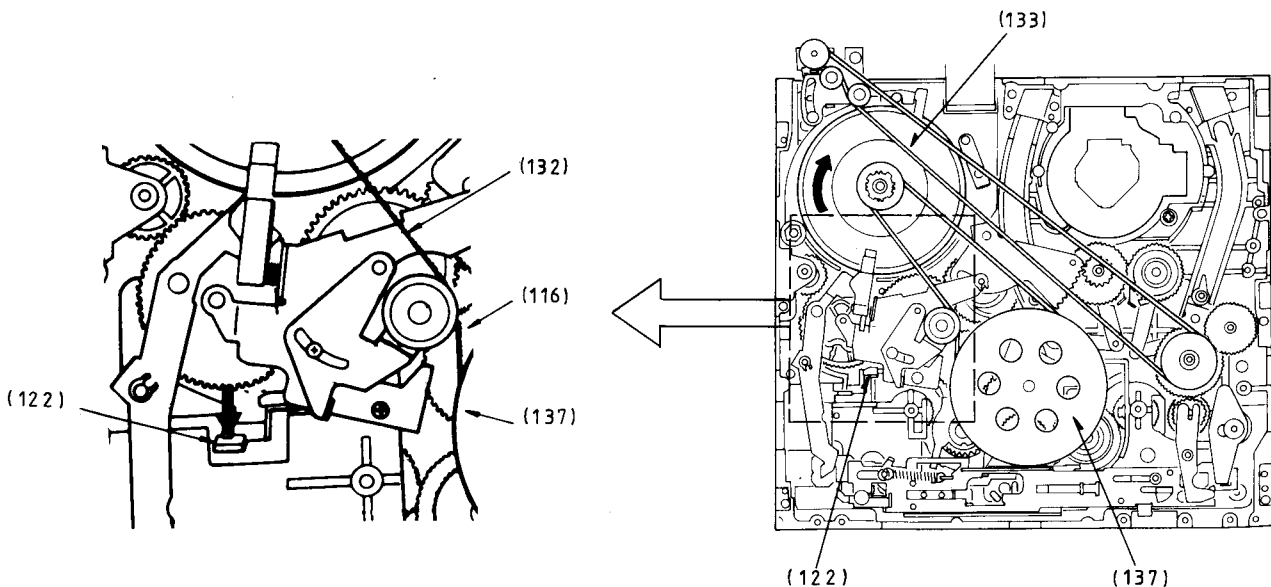
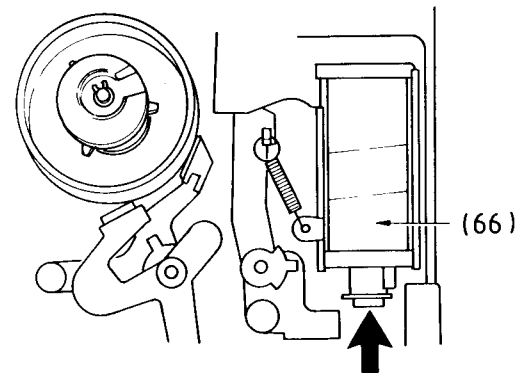

Fig. 2
Fig. 4
- b) Umstellhebel (122) durch Drücken in Pfeilrichtung (Fig. 2) ausrasten.
- c) Capstanrotor langsam gegen den Uhrzeigersinn drehen, bis die Kupplungsscheibe (116) einrastet.
- b) Disengage the change-over lever (122) by pressing it in the direction of the arrow (Fig. 2).
- c) Rotate the capstan rotor slowly anti-clockwise until the clutch disk (116) locks.
- Umstellhebel (122), Fig. 2, oder Kern der Spule (66), Fig. 4, in Pfeilrichtung drücken, um die Verriegelung zu öffnen.
- Press the change-over lever (122), Fig. 2, or the core of the solenoid (66), Fig. 4, in the direction of the arrow to disengage the lever.